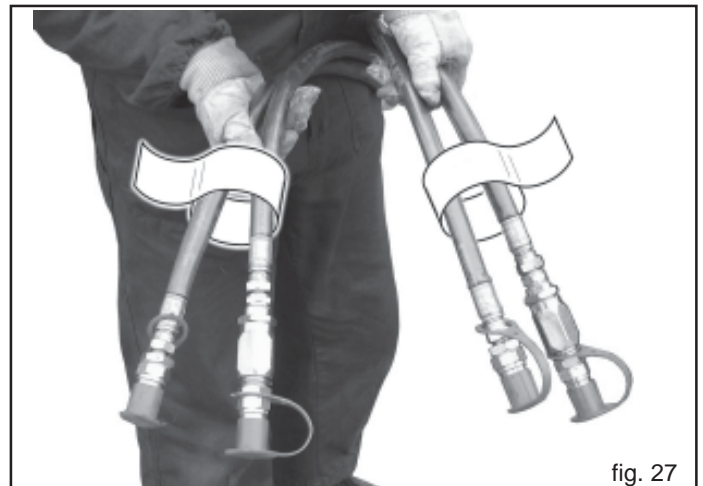

fig. 27
- 4) Collegare correttamente i tubi oleodinamici ai distributori del trattore seguendo l'indicazione riportata su ogni tubo (Fig. 27).